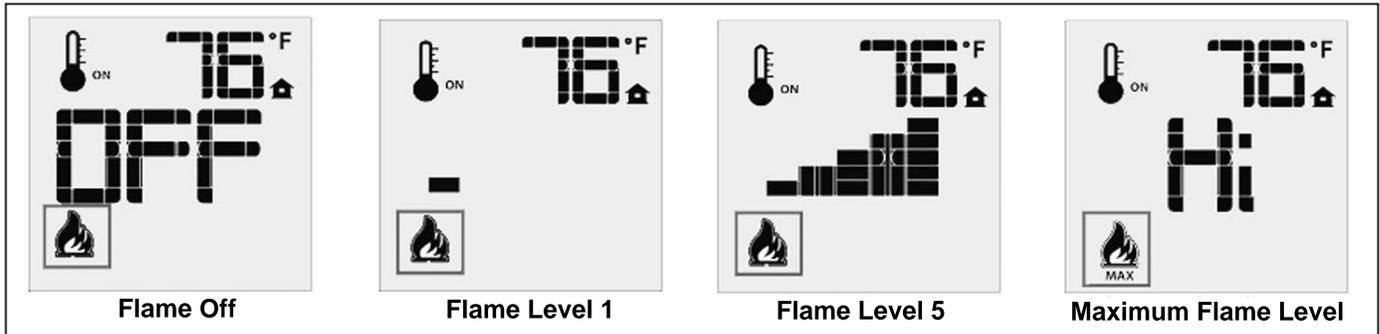

Figure 11: Niveaux de flamme de la télécommande.
Le Proflame 2 GTMF a six (6) niveaux de flammes. Une fois le système allumé, appuyer sur la flèche vers le bas diminuera de un niveau les flammes, jusqu'à ce que la flamme soit éteinte. Si vous appuyez sur la flèche vers le haut lorsque le système est allumé mais les flammes sont éteintes, la flamme s'allumera au maximum (référez-vous à la Figure 11). Un seul bip confirme la réception de la commande.